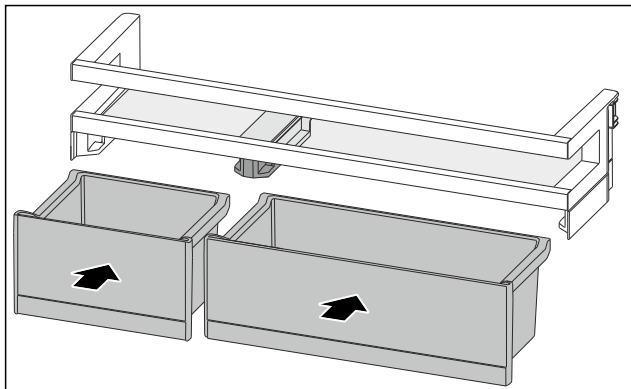

Fig. 173
- Umetnite kutije VarioBox izmijenjenim redoslijedom. (pogledajte Fig. 173)